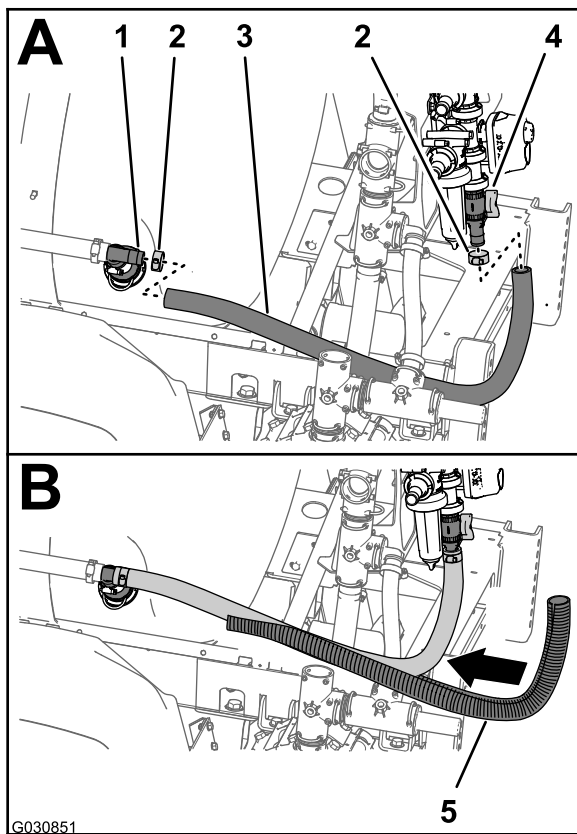

Рисунок 103
- Установите шланг (1 x 41 дюйм) на тройник типа «елочка» на заднем сопле перемешивания в распылительном баке (Рисунок 103).
2. Присоедините шланг к тройнику с помощью хомута (Рисунок 103), снятого при выполнении пункта 2 раздела Демонтаж клапана перемешивания, шарового клапана и шлангов \(страница 36\).
3. Установите другой конец шланга (1 x 41 дюйм) на прямой штуцер типа «елочка» в нижней части перепускного клапана (Рисунок 103).
4. Прикрепите шланг к прямому штуцеру с помощью шлангового хомута (Рисунок 103), снятого при выполнении действий, описанных в разделе Разборка клапана перемешивания и перепускного клапана \(страница 38\).
5. Установите гофрированную трубку (Рисунок 103) поверх шланга (1 x 41 дюйм).